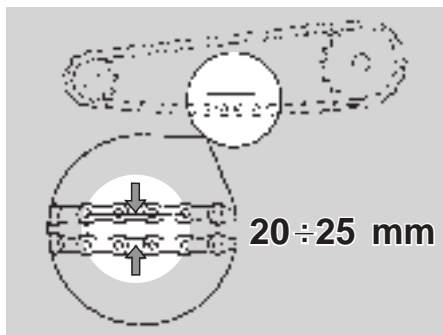

Fig. 33
### CATENA (Fig. 33 ÷ 35)
- ◆ Controllare che l'oscillazione verticale, in un punto intermedio tra pignone e corona nel ramo inferiore della catena, sia di circa 20 ÷ 25 mm (Fig. 33).